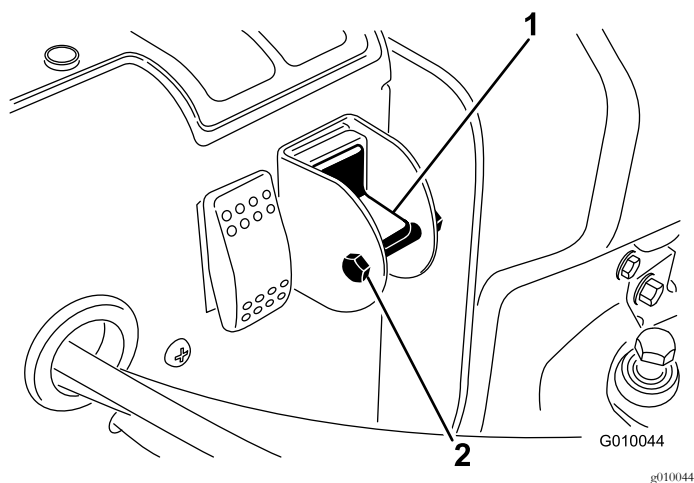

Figura 29
4. Retire el tornillo de caperuza y la tuerca que bloquean el interruptor de selección (Figura 29).